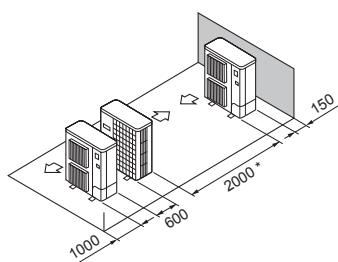

Fig. 2-17
(5) Plassering av enkel parallellenhet (Fig. 2-17)